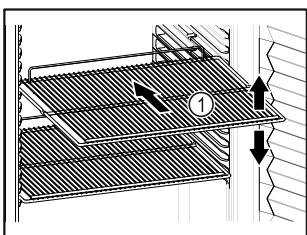

Fig. 57 Примерное изображение
- ❑ Если имеются решетчатые полки Fig. 57 (1), отрегулируйте высоту их установки.